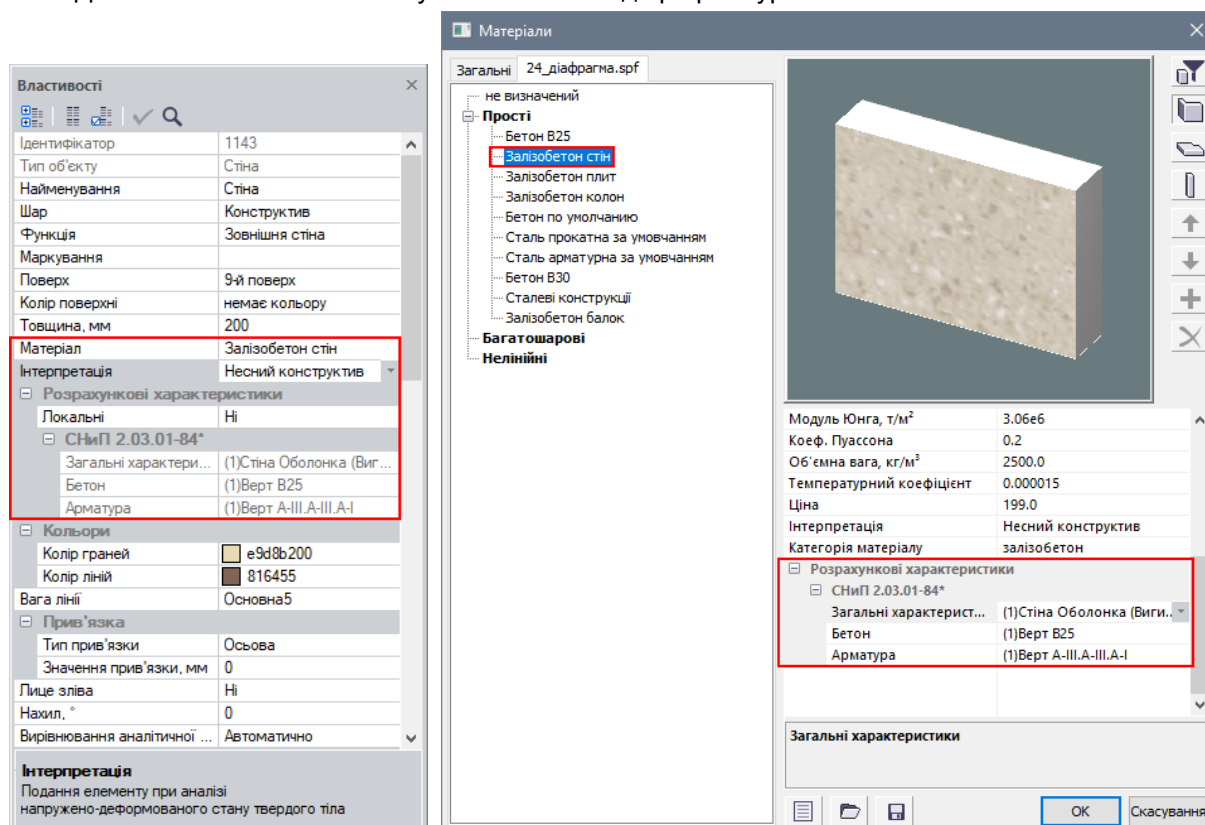

Рис. 24.1. Необхідний мінімум даних для розрахунку армування та проектування діафрагм
2. Категорія матеріалу для стін повинна бути **Залізобетон** (настроюється у діалоговому вікні **Матеріали**) (рис. 24.1);